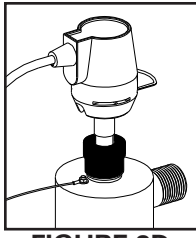

FIGURE 2D
ramener en place la bague de retenue métallique pour immobiliser le connecteur est parfaitement placé par-dessus l'écrou de retenue, du connecteur soit retirée du corps du connecteur. Lorsque le retour, on doit veiller à ce que la bague de retenue métallique que le connecteur puisse glisser complètement sur l'écrou de faire glisser le connecteur par-dessus l'écrou de retenue. Pour 4. Lorsque la connexion est parfaite entre le connecteur et la lampe, sur la lampe UV (Figure 2D).
3. To install a new lamp, first remove the lamp from its protective packaging, again being careful not to touch the lamp glass itself. Carefully insert the lamp into the reactor vessel (actually inside the quartz sleeve) (Figure 2C). Insert the lamp fully into the chamber leaving about two inches of the lamp protruding from the chamber. Next, attach the connector to the UV lamp (Figure 2B). The connector is “keyed” and will only allow correct installation in one position. Ensure the connector is fully seated onto the UV lamp (Figure 2D).
retaining nut, slide the metal ring back in to lock the connector in place (Figure 2E). As this connector is keyed to the reactor chamber, make sure the notch on the connector (Figure 2D) is located over the ground lug located on the reactor chamber.
le connecteur (Figure 2E). Le connecteur comporte un repère de positionnement par rapport à la chambre du réacteur, s'assurer que la dépression sur le connecteur (Figure 2D) soit située au-dessus de l'oreille de mise à la terre située sur la chambre du réacteur.